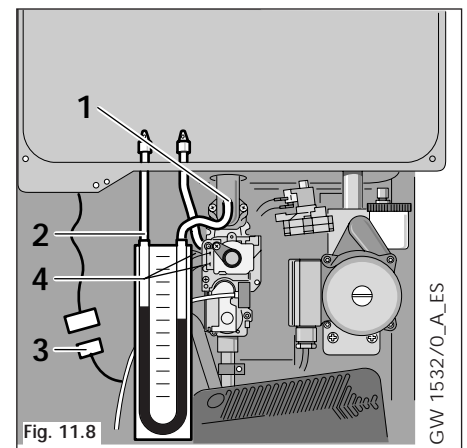

Fig. 11.8
- Retirar los conectores del operador (4, fig. 11.8).
- Aflojar dos o tres vueltas el racor de medición (1, fig. 11.8) y conectar uno de la columna de agua.
- Soltar el tapón de plástico de la toma de medición (2, fig. 11.8) que va a la cámara de combustión y conectar a la misma el otro extremo de la columna de agua.
- Desconectar la sonda NTC (3, fig. 11.8).
- Volver a conectar los cables del operador (4, fig. 11.8)
- Conectar de nuevo la sonda NTC (3, fig. 11.8).
- **¡Atención! Comprobar el cierre de el racor de medición (1, fig. 11.8) verificando que no existan fugas.**
- Poner el tapón de la toma de medición (2, fig. 11.8) a la cámara de combustión.